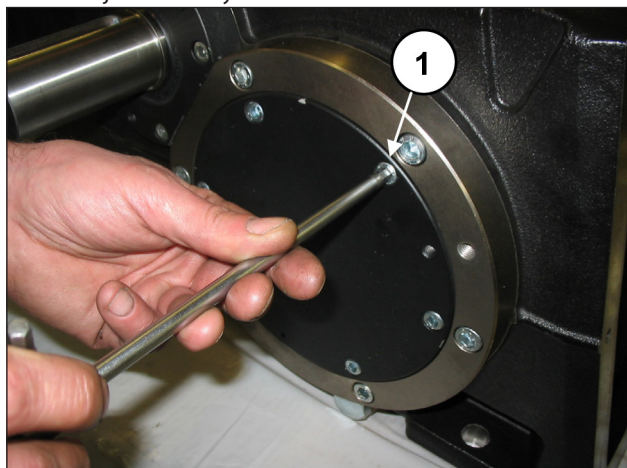

Fig. 10
Desmontar las dos tapas del cojinete aflojando los tornillos (pos. ①, Fig. 10).